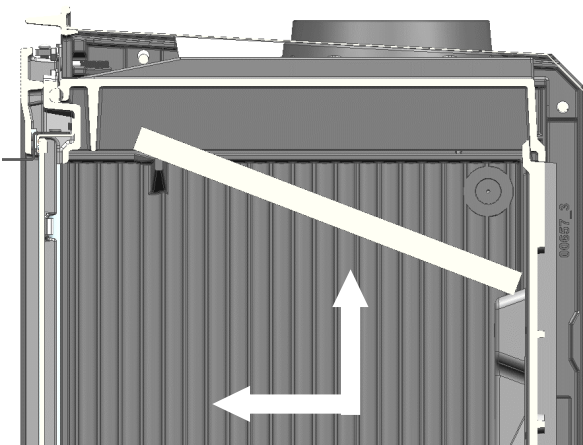

Fig.1
1. Deslize a placa defletora para frente e para cima até que os pivôs sejam removidos das laterais dos alojamentos do defletor (Fig.1).